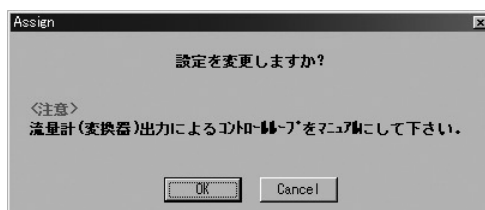

図22
- ④ 全て設定が完了したら「OK」ボタンをクリックします。クリックすると、図22のようなメッセージボックスが現れます。